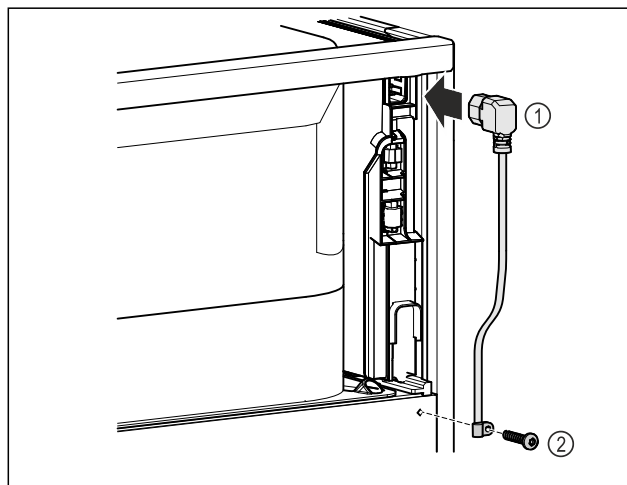

Fig. 8
- ▶ Включете буксата за свързване на уреди с ниска мощност на захранващия кабел Fig. 8 (1) от задната страна на уреда.
- ▶ Монтирате кабелната муфа. Fig. 8 (2)